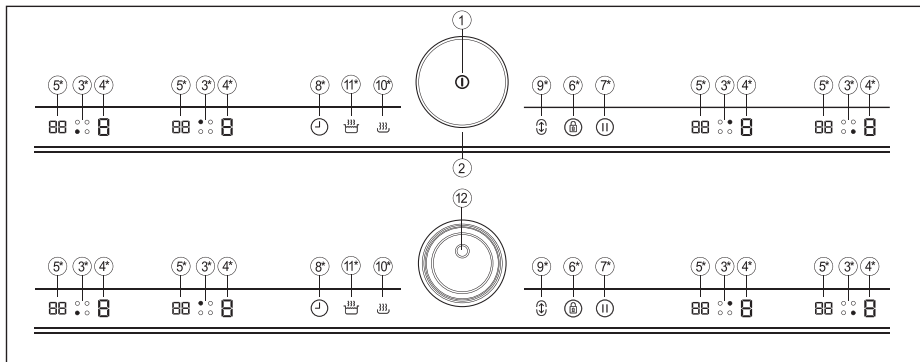

Figur. 3
- 1 Sätt i vredet (2) i sitt arbetshus (se figur 3).
- 2 Tryck på snabbvalsknapp ① (1) i åtminstone en sekund. Pekstyrningen blir aktiv och synlig, och den externa ringen kommer att tändas. Om något tillagningsområde är varmt, visas ett H på strömindikatorn (4).